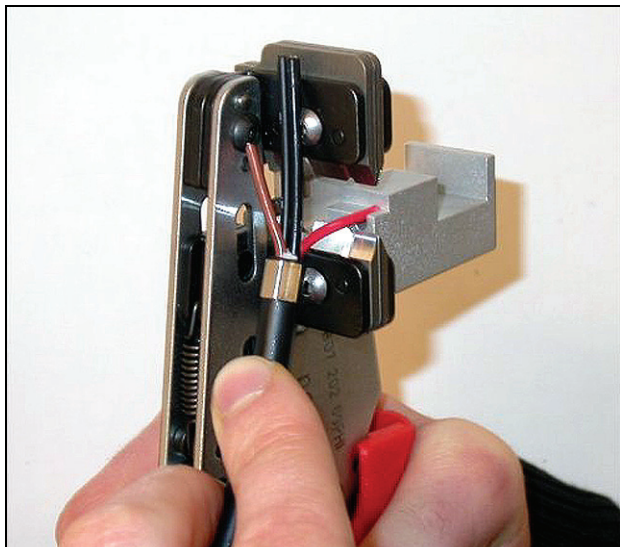

Abb. 29.11: Abisolieren eines Kupferdrahts
- 9 Die rote und braune Isolierung von den Kupferdrähten ziehen, indem sie mit dem Abisolierwerkzeug (Werkzeug 5) an den Anschlag gedrückt werden (siehe Abb. 29.11).